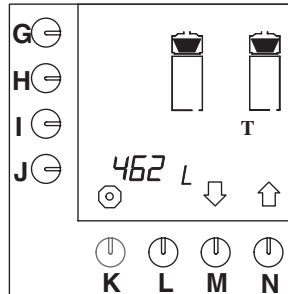

Abb. 50 Gesamtzählwerk für das
- Drücken Sie auf die Wahltaaste (N.) \uparrow , bis Abb.50 im Display erscheint.